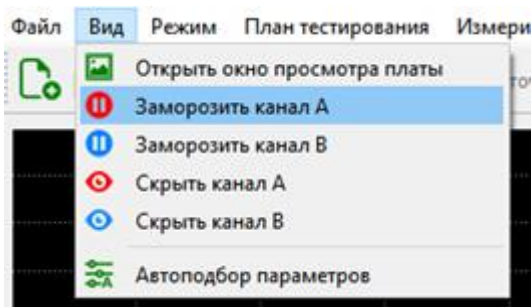

Рисунок 14. Элемент интерфейса фиксации ВАХ
- Для фиксации ВАХ, на основном экране воспользуйтесь кнопками заморозки   или перейдите во вкладку "Вид" и нажмите кнопку "Заморозить канал А/В" (рисунок 14).